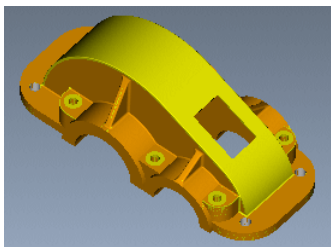

图 10.2.60 “NC 检查”动态仿真
Step1. 在“孔加工：镗孔”操控板中，单击按钮，系统弹出“VERICUT 7.1.5 by CGTech”窗口，单击按钮，仿真结果如图 10.2.60 所示。